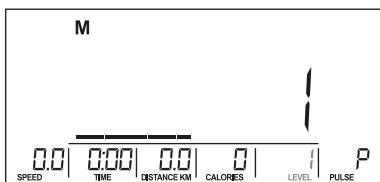

Рис. 9
3. За допомогою регулятора регулюйте рівень навантаження (Рис. 9). Значення за замовчуванням – 1.
2. За допомогою регулятора регулюйте рівень навантаження (Рис. 9), значення за замовчуванням 1.